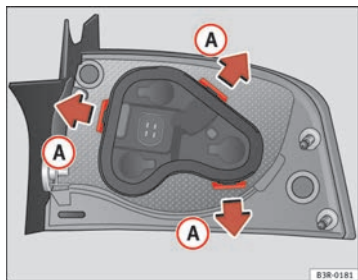

Abb. 215 Befestigungslaschen Rückseite Heckleuchte
- Die Befestigungslaschen ⇒ Abb. 215 **A** entriegeln.